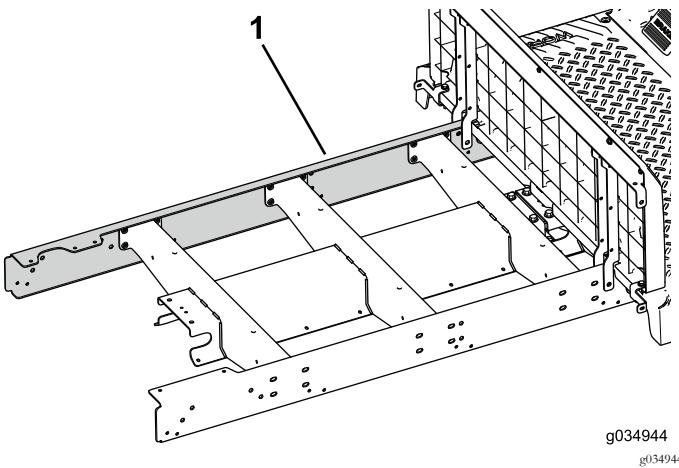

Рисунок 25
5. Установите, не затягивая, удлинительную балку на левую сторону машины (Рисунок 25).